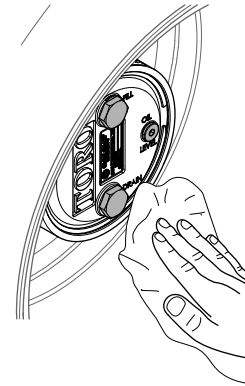

Figure 70
3. Essuyez soigneusement les carters de frein et de train planétaire (Figure 70).